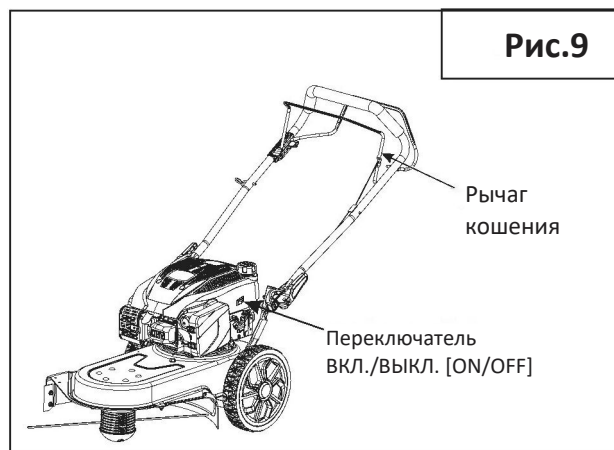

Рис.9
1. Отпустите рычаг ВКЛ./ВЫКЛ. [ON/OFF] (рис. 9).